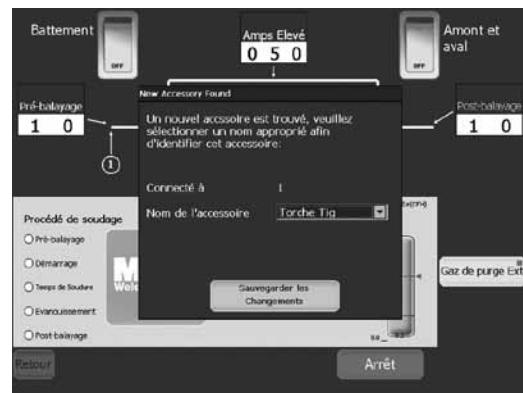

Fig. 1 – Écran « Accessoire »
7. Une fenêtre des accessoires s'affiche sur l'écran de l'alimentation M200. Sélectionnez **TORCHE TIG** dans la liste déroulante (voir la figure 1).